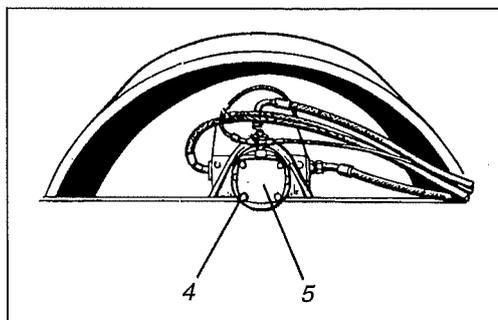

Fig. 28 Freno del tamburo
1. Togliere il dado (2) e avvitare le viti (3) ca 30 mm. Le viti di regolazione sono poste sul ponte posteriore, una ad ogni lato della scatola del differenziale.
2. Pulire intorno al freno (5), fig.28 e allentare le 4 viti (4) poste sul lato esterno del riduttore del tamburo.